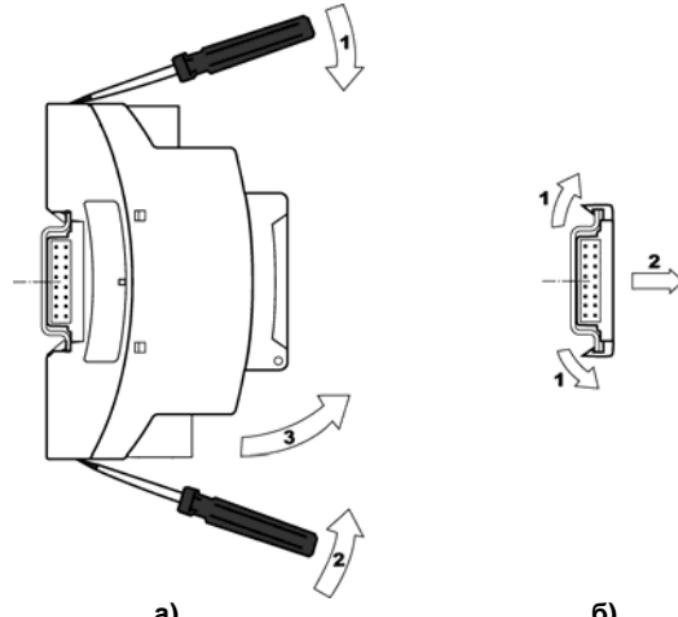

Рисунок 6.4 - Демонтаж модуля с DIN-рейки
- При помощи отвертки открыть защелки, фиксирующие модуль на DIN рейке (см. рис. 6.4а)
- Для снятия соединителя следует, предварительно освободив его от связи с другими соединителями, поддеть пальцами одновременно все зубцы, потянуть на себя. (см. рис. 6.4б)